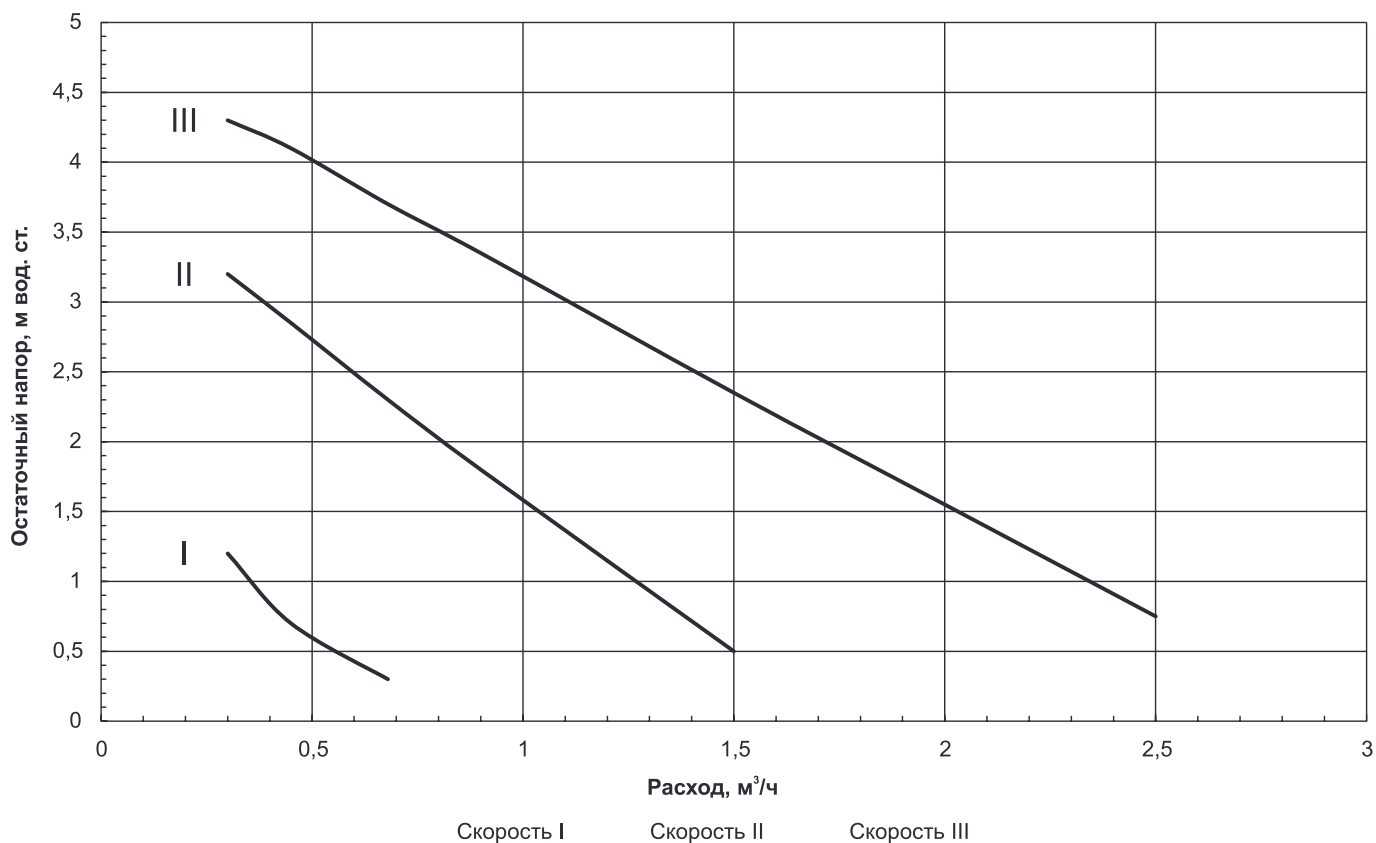
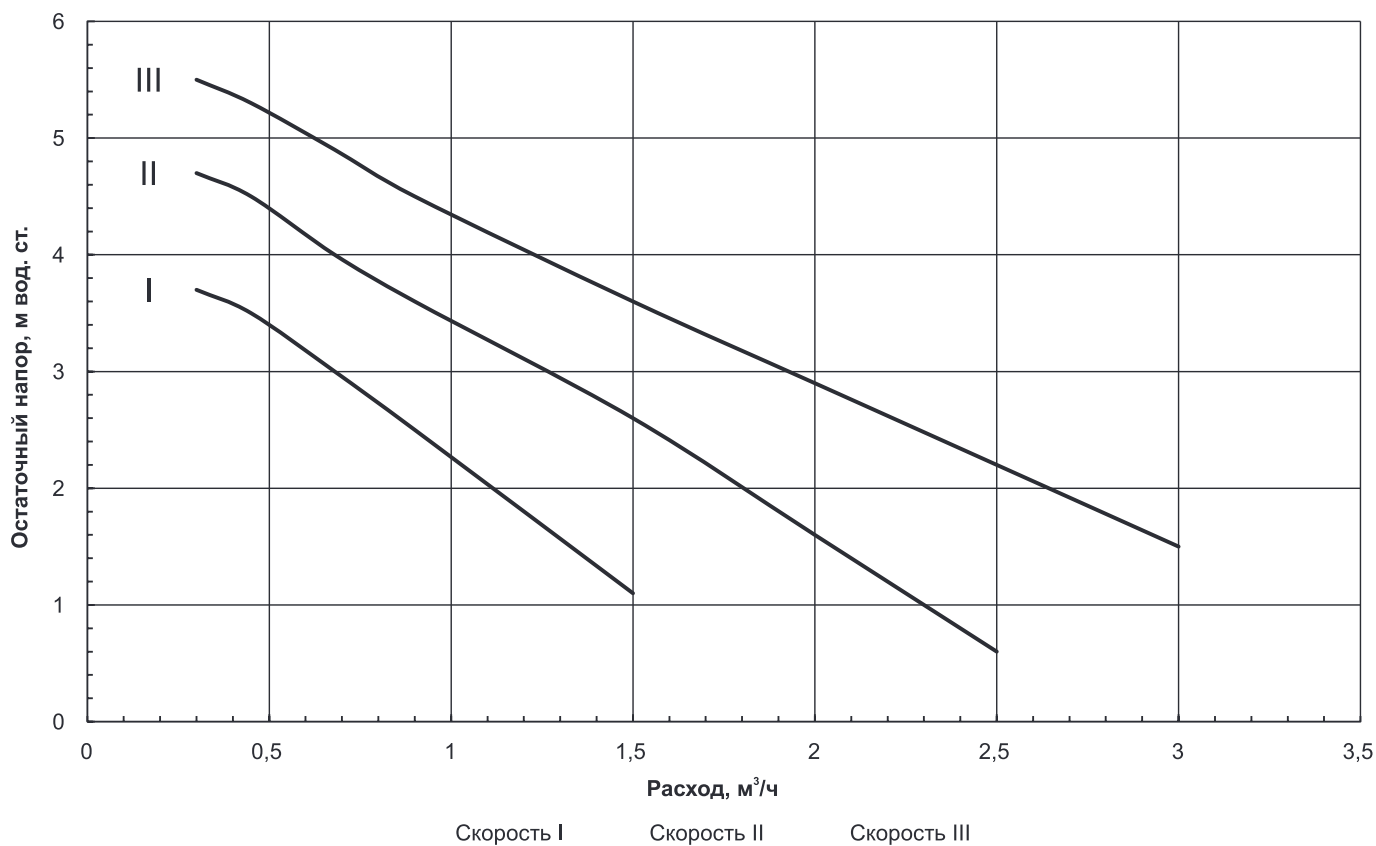

Рис.1 Остаточный напор для циркуляционного насоса ZOTA RING 25/60 (для котлов МК-Х Plus 6 - 24 кВт)
Рис.2 Остаточный напор для циркуляционного насоса ZOTA RING 25/70 (для котлов МК-Х Plus 30 - 42 кВт)
**График остаточного напора для циркуляционных насосов показан на Рис.1 , Рис.2 .